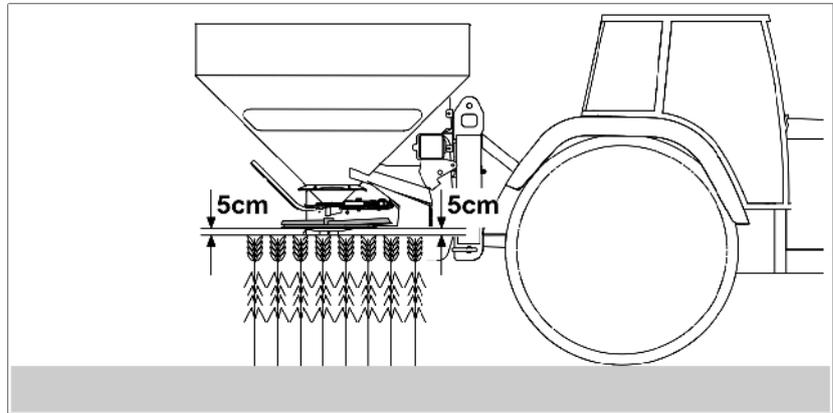

Fig. 62
- Menu principal : appeler le menu Etalonnage (Fig. 62/1).